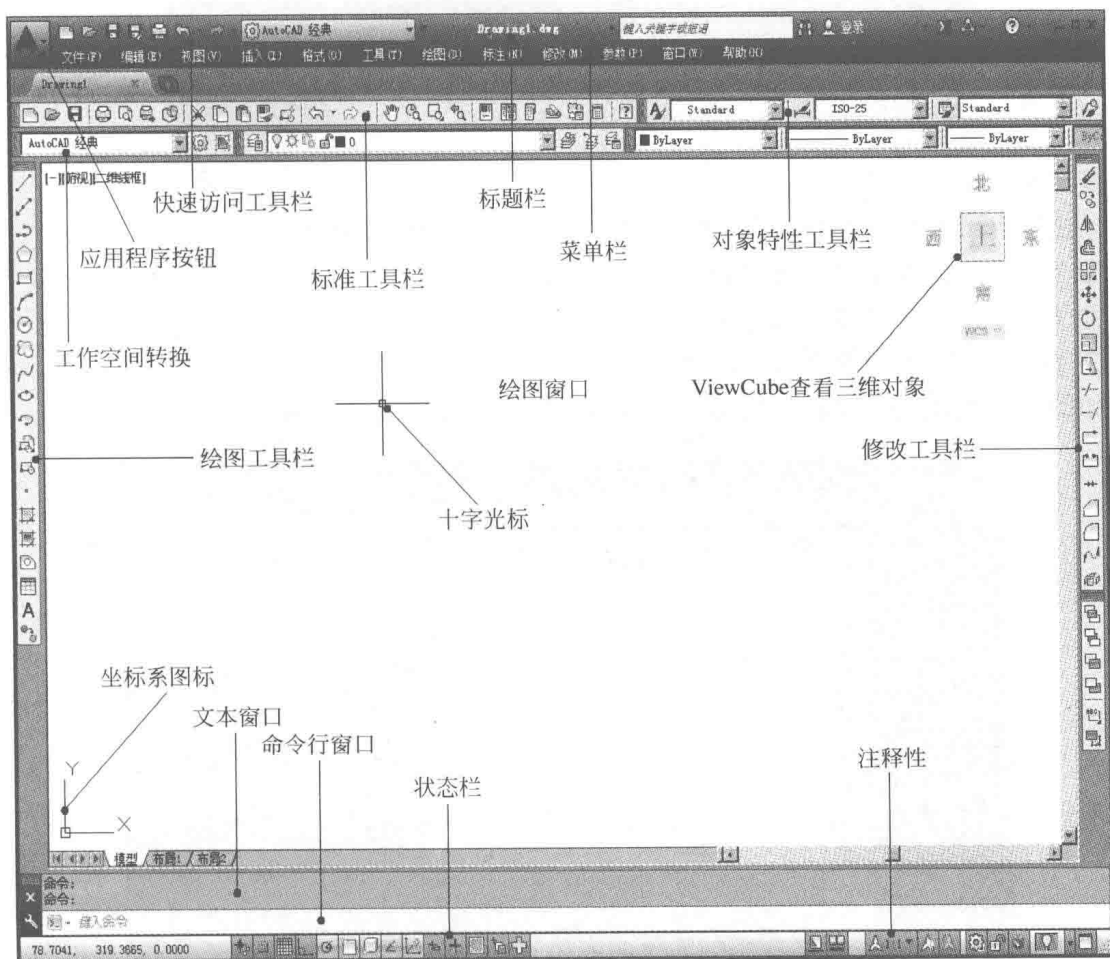

图 1-4 “AutoCAD 经典”绘图界面
(3) 单击状态栏上的“切换工作空间”按钮 , 在弹出的菜单中选择“AutoCAD 经典”, 绘图界面如图 1-4 所示。